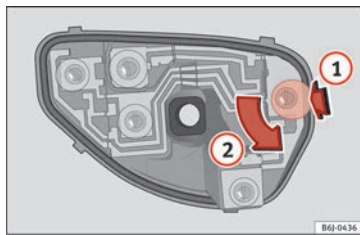

Bild 110 Byta bakljusets glödlampor
- När lamphållaren har tagits bort, tryck i den riktning som pilen (1) visar samtidigt som du vrid i den riktning som pilen (2) visar. » **bild 110**